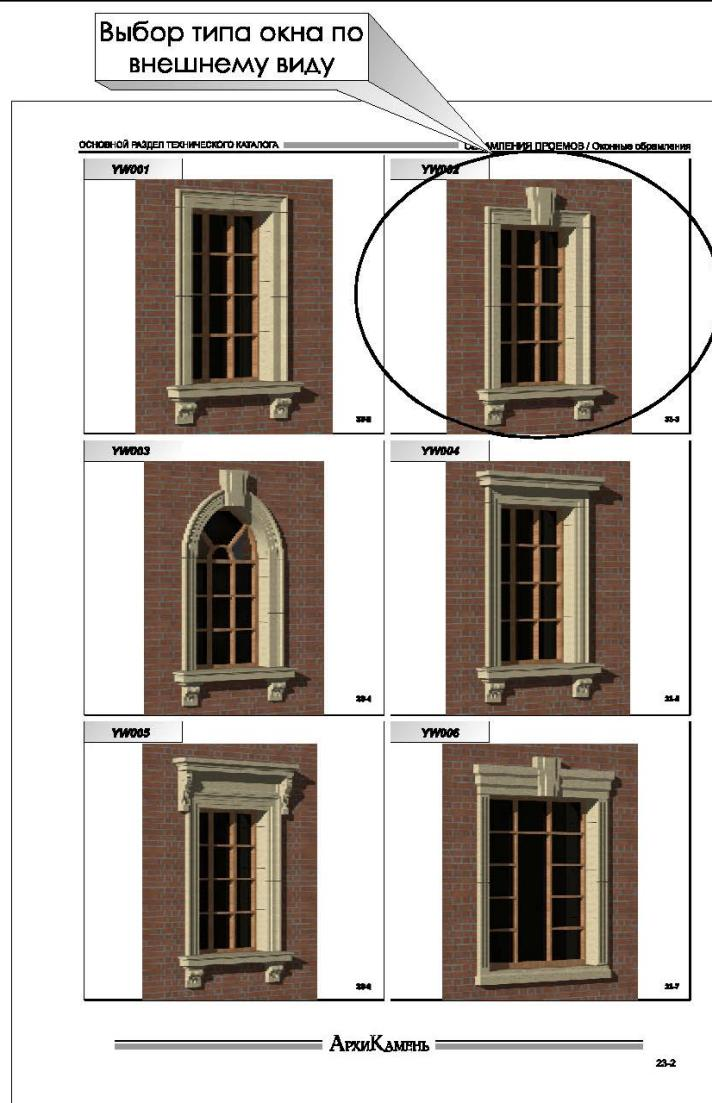

Рис. 3. Выбор типа окна.
1. В "Сокращенном разделе технического каталога / Оконные обрамления" выбираем тип оконного обрамления, см. стр. 23–2, 23–3 (рис. 3. Выбор типа окна). Выбираем окно YW002.